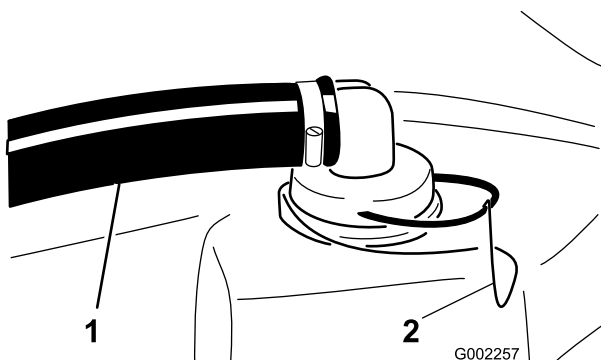

Figure 63
2. Retirez la fixation du raccord rouge monté sur le gros flexible en haut de la cuve (Figure 63).
3. Débranchez le flexible de la cuve (Figure 63).